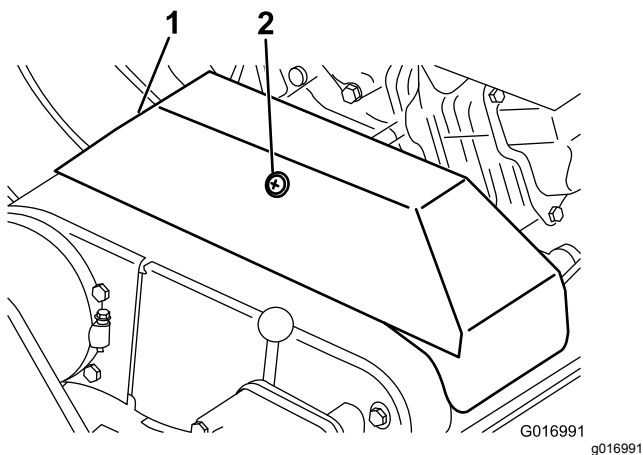

Figura 46
2. Allentate il fermo del copricinghia della cinghia trapezoidale e girate il copricinghia per aprirlo (Figura 46).